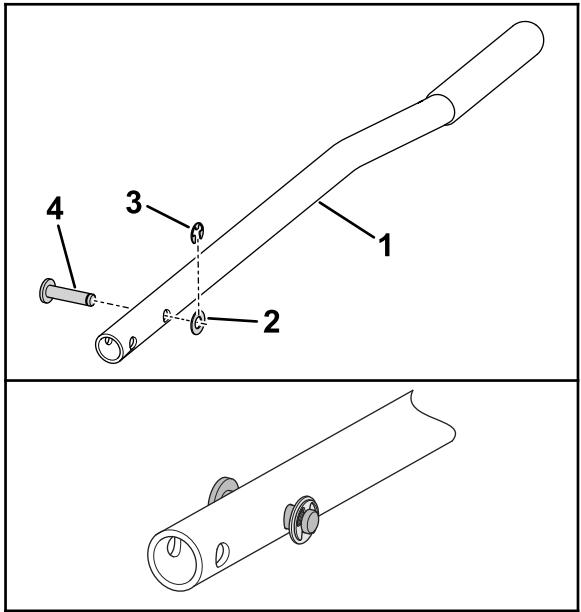

Bild 1
- Setzen Sie den Nutenstift durch die Bohrung im Stützgriff ein, wie in Bild 1 dargestellt.
- Befestigen Sie den Stift mit der Unterlegscheibe ($\frac{3}{8}$ ") und dem Sicherungsring am Stützgriff (Bild 1).